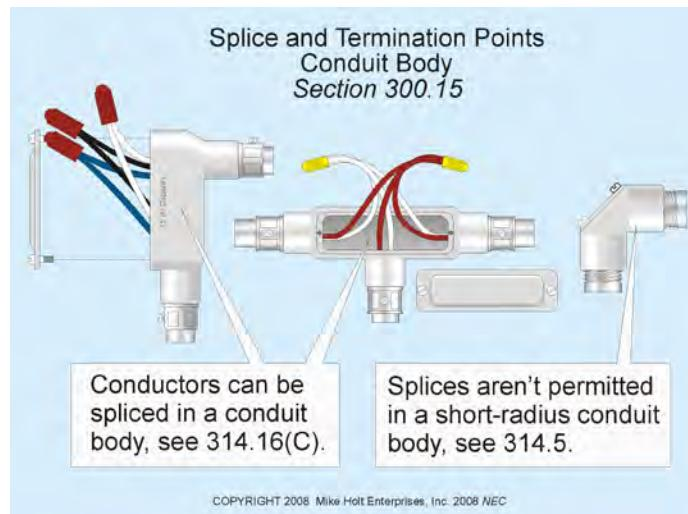

Figure 300-30
- Conduit Bodies, 314.16(C) **Figure 300-30**